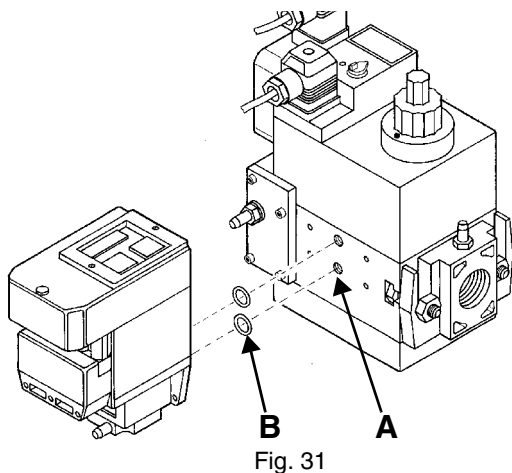
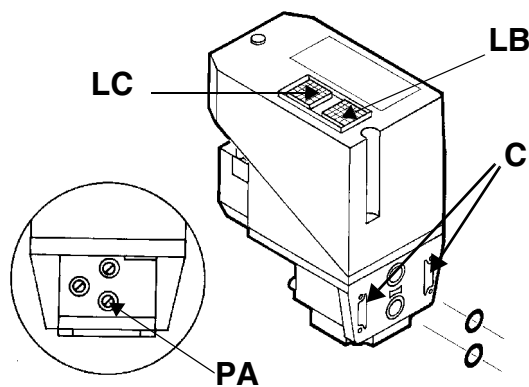

Fig. 31
Fig. 32
- 2 togliere le viti di chiusura del gruppo Multibloc (Fig. 31-A);
- 3 inserire gli anellini di tenuta (10,5 x 2,25) nel VPS 504 (Fig. 32-B, Fig. 31-B);
- 4 avvitare le 4 viti del controllo di tenuta (M4 x 16) Fig. 31-C.
Per effettuare la verifica di funzionamento, inserire un manometro in corrispondenza della presa di pressione **PA** (Fig. 32). Se il ciclo di prova ha esito positivo, dopo alcuni secondi si accende la lampada di consenso **LC** (gialla). In caso contrario si accende il pulsante luminoso **LB** di blocco (rossa). Per ripartire è necessario sbloccare l'apparecchiatura premendo il pulsante **LB**.